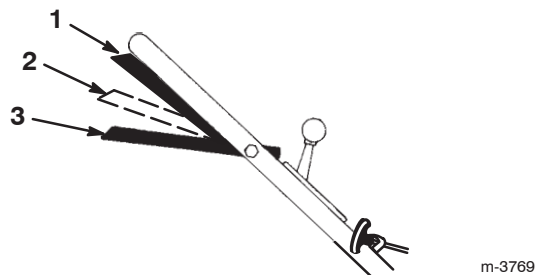

Figure 11
3. Serrez la barre de commande contre le guidon en position **Marche/déplacement** (Fig. 11).
Remarque : Ne changez pas de vitesse lorsque la barre de commande est serrée contre le guidon en position **Marche/déplacement**, au risque d'endommager la transmission. Placez la barre de commande en position **Marche/changement** (Fig. 11) pour changer de vitesse de déplacement.